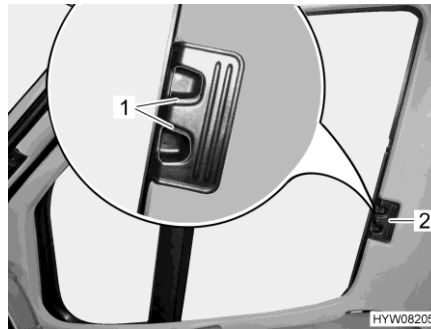

Bild 79 Faltverdunklung (Fahrer-/
- Entriegelungsgriffe (Bild 79,1) zusammendrücken und gedrückt halten.
- Die Faltverdunklungen für das Fahrerfenster und das Beifahrerfenster am Griff (Bild 79,2) zur anderen Fensterseite ziehen und an den Magnetstreifen aneinanderfügen.
- Die Faltverdunklungen für das Fahrerfenster und das Beifahrerfenster am Griff (Bild 79,2) bis zum Anschlag einschieben.
- Entriegelungsgriffe (Bild 79,1) loslassen und einrasten lassen.